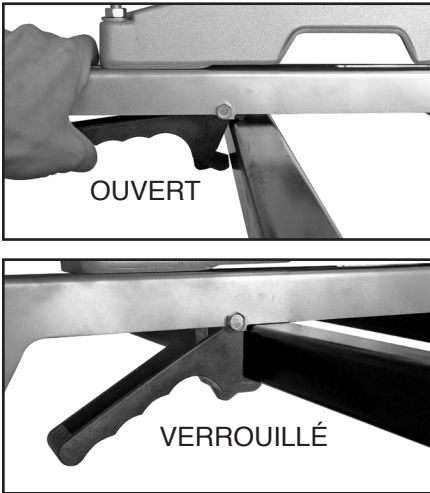

Figure 6
7. Soulever la scie avec précaution et la placer sur le chevalet pour scie à onglets. S'assurer que le crochet du bloc de fixation se verrouille sous la partie supérieure du tube, comme il est illustré à la figure 5. La poignée à ressort doit se verrouiller sous la partie supérieure du tube opposé, comme il est illustré à la figure 6.